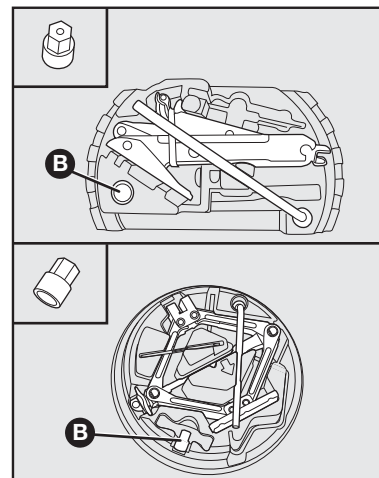

fig. 3
- Saque las herramientas y el crique de su alojamiento **fig. 3**.
- El portaherramientas posee un alojamiento específico **B**-fig. 3 para guardar la llave antirrobo de rueda (cuando disponible) - detalle **fig. 3**.
Para sacar el tornillo especial, quite del portaherramientas **B-fig. 3** la llave específica detalhe - **fig. 3**, que desbloquea el mecanismo antirrobo.